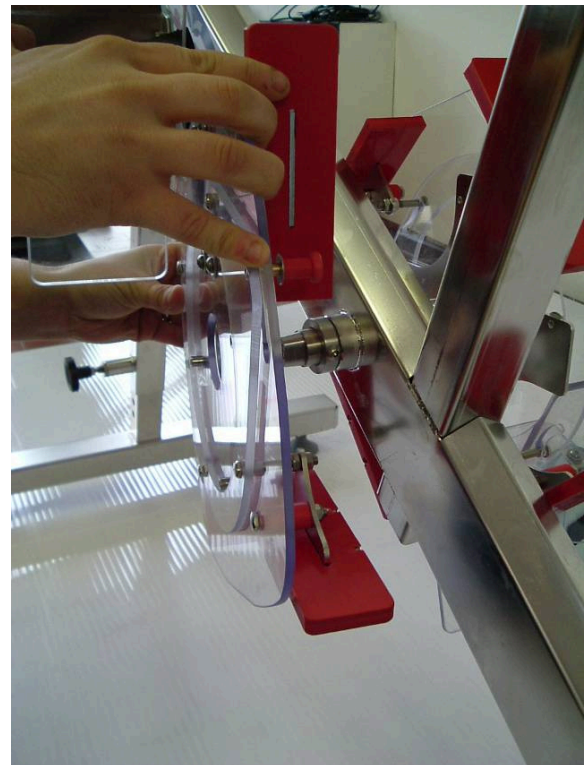

Abb. 2
- (1) Den Block Schraube – Inoxscheibe – Nylonscheibe vom zentralen Antriebsmechanismus herunter nehmen;
- (2) Die linke Tretkurbel mit dem bereits aufgesteckten Pedal in den zentralen Antriebsmechanismus auf dem Rahmen einsetzen (**Abb. 2 und Abb. 3**), dabei die linke Tretkurbel im entgegengesetzten Sinn der bereits montierten rechten Tretkurbel platzieren (**Abb. 6**);